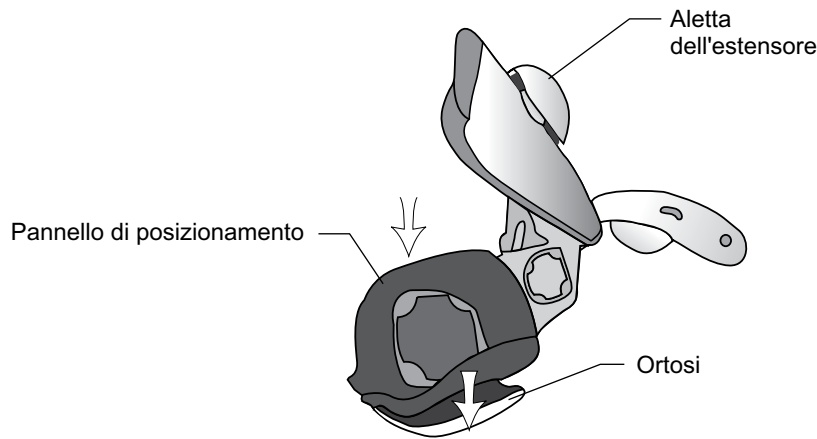

Figura 6-17 - Collocazione del pannello di posizionamento del flessore
2. Con l'aletta dell'ortosi aperta, posizionare il pannello di posizionamento del flessore sul supporto del flessore dell'ortosi (Figura 6-17).